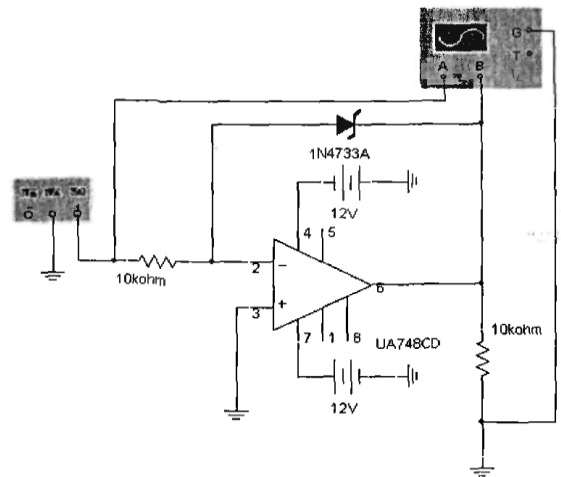

Рисунок 14
1. Смоделируйте схему компаратора, изображенную на рис. 14. Включите схему.